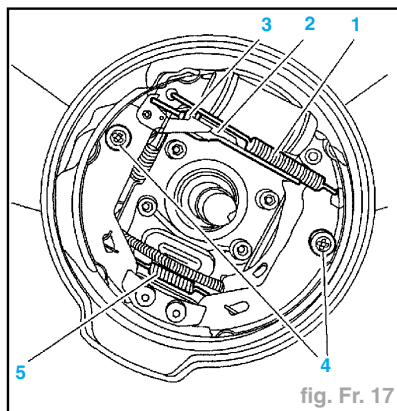

fig. Fr. 17
- Déposer (fig. Fr. 17) :
- le ressort (1) (utiliser la pince **FACOM 196-TS** par exemple).
- les ressorts de maintien (4) (utiliser l'outil réf. **426T**),
- la biellette (2) de rattrapage de jeu (en écartant les segments de frein).
- Reposer (fig. Fr. 17) :
- le ressort (5),
- la biellette (2) de rattrapage de jeu,
- les ressorts de maintien (4),
- le ressort (1).
- Agir sur la molette (3) pour obtenir un diamètre de :